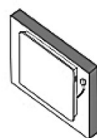

Fig. 3
3. Allineare il pannello di riscaldamento con il telaio, le estremità sporgenti del telaio devono inserirsi nei fori del pannello. (Fig. 3)
- B) Selezionare "All devices", come mostrato in **Fig. 3**.